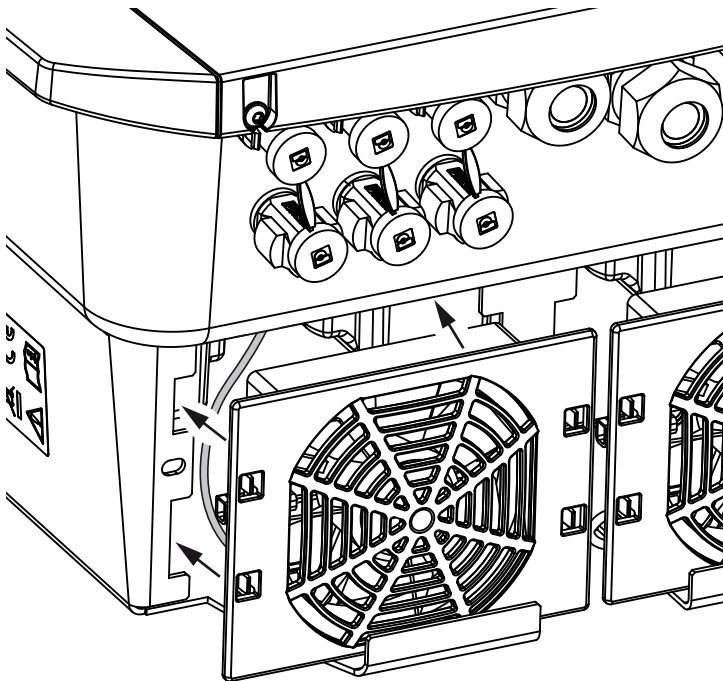

Bild 73: Montering av fläkten
- att fläkten är korrekt installerad i fläktramen (luftflödesriktningen).  **Bild 73**